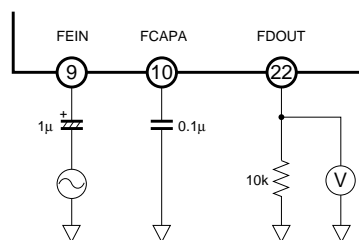
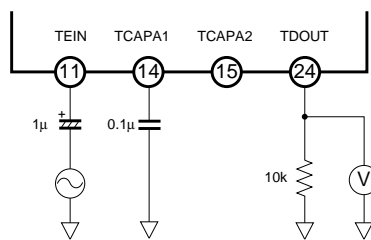
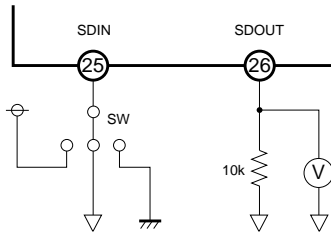
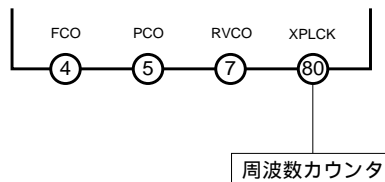

Fig.3
Fig.6
Fig.11
Fig.14
*EYE (2), MIRROR (30), DEFECT (31) は “L”入力
*FOK (33) は “H”入力
*MCK (39), DIN (40), R/W (42)はコマンド入力ライン
*FEIN (9), TEIN (11), ADJ2 (21), SDIN (25) は VC 入力
*XI (70) は 16.93MHz 入力
*RVCO (7), FCAPA (10), TCAPA1 (14), TCAPA2 (15), FDOOUT (22), TDOOUT (24), SDOOUT (26) は Fig.3, Fig.6, Fig.11, Fig.14 にしたがいいます。